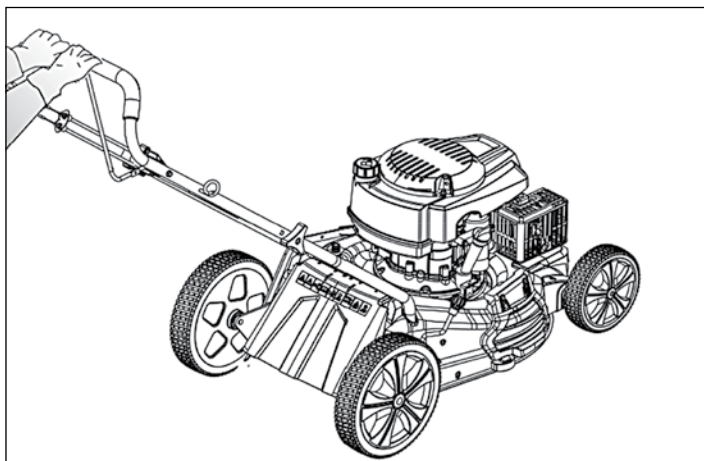

Рис. 11
7. В газонакосилках GLD-520SP-VE, GLD-460SP-VE и GLD-520SP-BS реализована функция передачи крутящего момента на колеса для облегчения процесса скашивания. Для включения привода колес зажмите нижний рычаг, не отпуская верхний рычаг привода ножа (рис. 11).